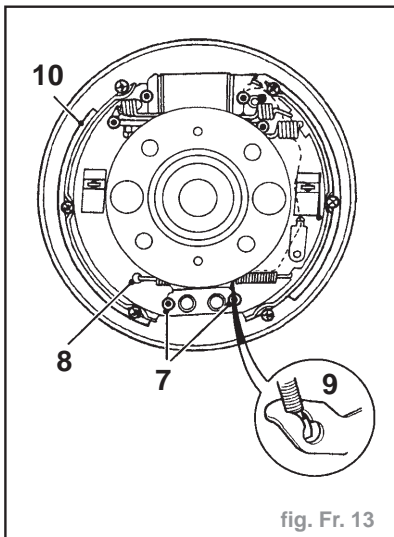

fig. Fr. 13
- Dégager un segment de la gorge de retenue (7) de la butée puis le second segment (fig. Fr. 13).
- Détacher le ressort de rappel (8) de butée de segment de l'extrémité du segment primaire et déposer le ressort.